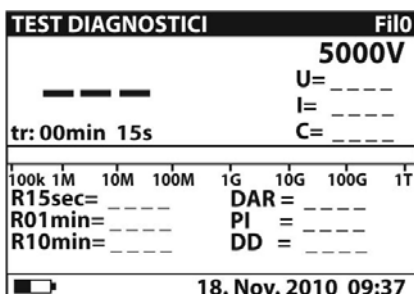
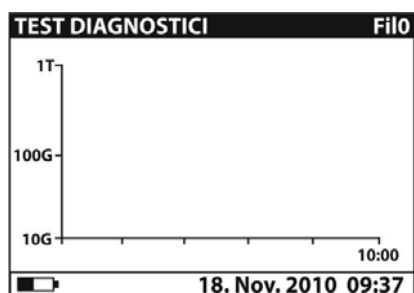

Fig. 29: Videata iniziale numerica
Fig. 31: Videata iniziale grafica
2. Selezionare con i tasti freccia ▼ o ▲ la voce "TEST DIAGNOSTICI" sul menu principale e confermare con il tasto **SELECT**. La videata di Fig. 29 è mostrata dallo strumento. Nel caso in cui l'opzione grafico R(t) sia **attivata (ON)** premere i tasti freccia ▼ o ▲ per passare alla videata grafica di Fig. 31